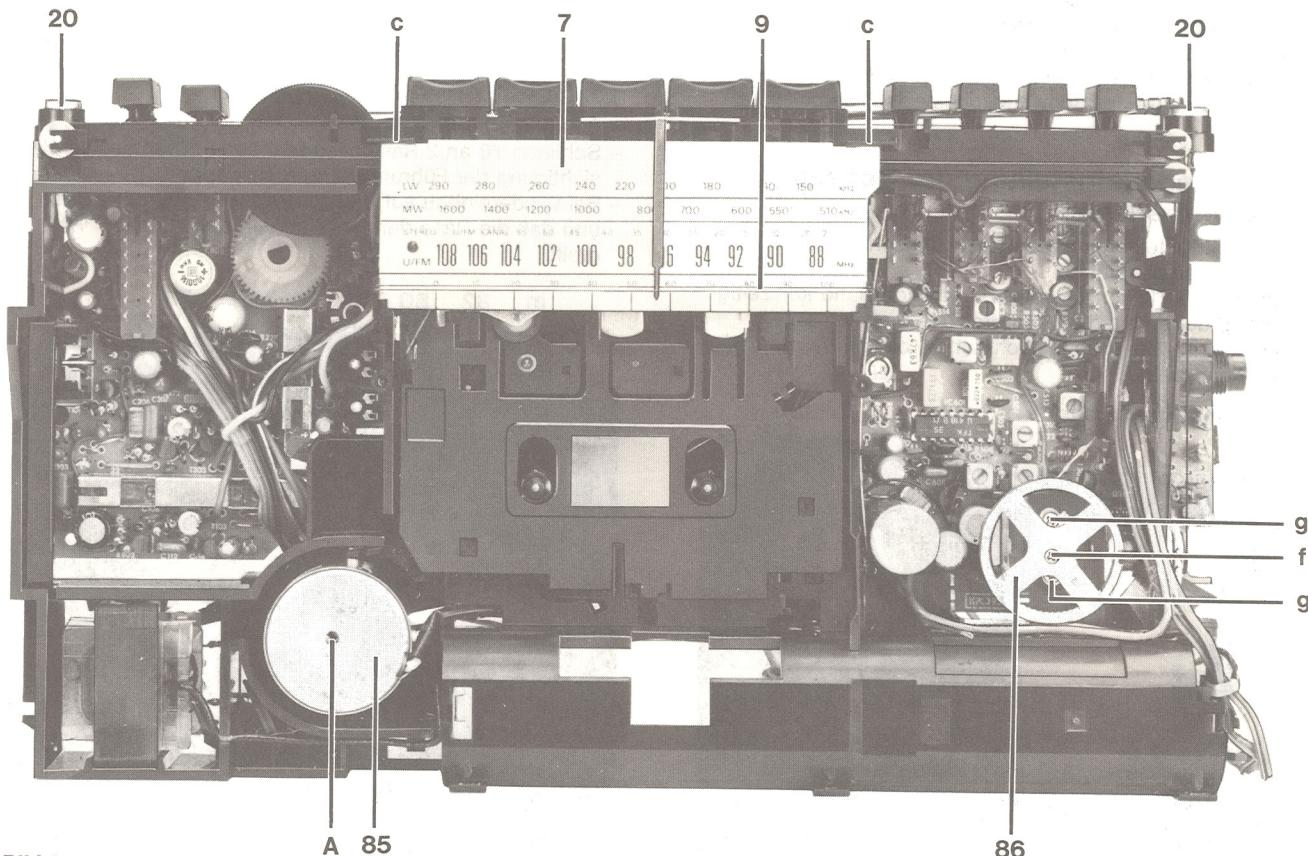

Bild 5
6. Skala ausbauen (Bild 5)
7. Mikrofon (Bild 5)
- Motor 85 (Bild 5) herausnehmen.
9. HF-NF-Platte ausbauen (Bild 5, 6)
- Skala 7 und Polyamidschnur 9 abnehmen (Bild 5).
- Nachzustellen mit Regler A (Bild 5) im Motorbaustein.